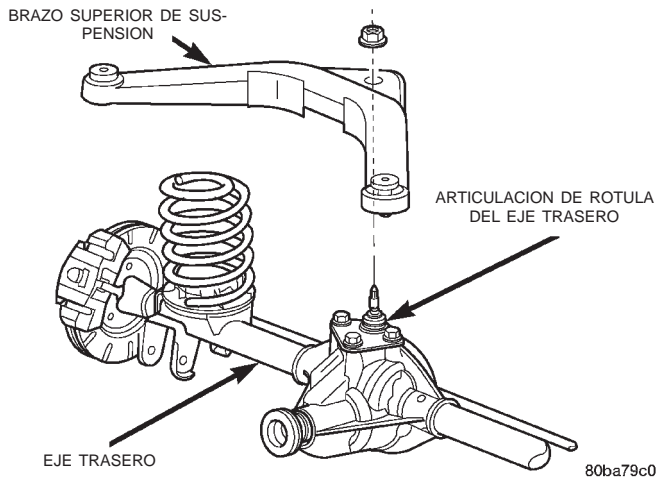

Fig. 8 Instalación de la tuerca de la articulación de rótula trasera
- (1) Eleve el eje con un dispositivo de elevación y alinee los muelles en espiral.
- (2) Emplace los brazos inferiores de la suspensión en los soportes del eje. Instale tuercas y pernos, no apriete los pernos en este momento.
- (3) Instale el brazo superior de la suspensión en la articulación de rótula del eje trasero.
- (4) Instale la tuerca que sujeta el brazo superior de la suspensión a la articulación de rótula del eje trasero. Apriétela con una torsión de 122 N·m (90 lbs. pie) (Fig. 8).
- (5) Instale la barra de tracción y los pernos de fijación, no apriete los pernos en este momento.
- (6) Instale los amortiguadores y apriete las tuercas con una torsión de 60 N·m (44 lbs. pie).
- (7) Instale la barra estabilizadora y apriete las tuercas con una torsión de 36 N·m (27 lbs. pie).
- (8) Instale los sensores de velocidad de la rueda si fuera necesario. Consulte el procedimiento correcto en el grupo 5, Frenos.
- (9) Conecte el cable del freno de estacionamiento a las abrazaderas y la palanca.